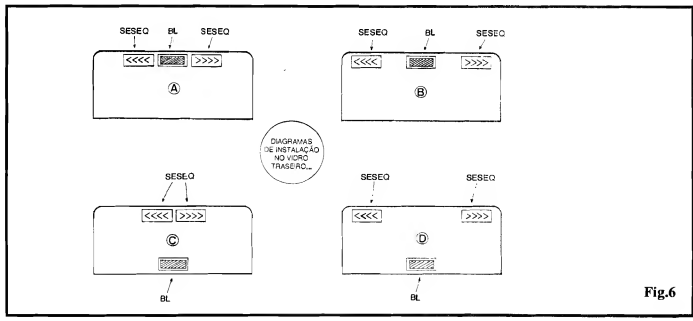

Fig.6
- **FIG. 6 - DIAGRAMAS BÁSICOS DE INSTALAÇÃO FÍSICA.** - Conforme já foi dito desde o início da presente matéria, a utilização do SESEQ "casa" direitinho com a prévia instalação do BRAKE LIGHT SUPERMÁQUINA (projeto já descrito, em Edição anterior de APE...). Assim, dependendo unicamente de como e onde o dito BRAKE LIGHT já se encontra instalado, uma das quatro sugestões práticas mostradas nas opções 6-A, 6-B, 6-C ou 6-D poderá ser adotada, com excelentes resultados estéticos, funcionais, visuais e de segurança... Em qualquer caso, recomenda-se a colocação dos dois módulos SESEQ na parte alta, elevada, do vidro traseiro do veículo, enfatizando sua visualização pelos motoristas dos veículos que venham atrás... É bom também não esquecer de posicionar as "setas" internas dos displays dos SESEQ (que correspondem ao sentido dinâmico do sequenciamento...) sempre apontando para "fora", conforme sugerem os diagramas/exemplos... Finalizando essa etapa, mesmo que o Leitor não possua, instalado no seu carro, a anterior BL (BRAKE LIGHT), ainda assim as quatro sugestões mostradas continuam válidas, em termos do posicionamento/ instalação dos dois SESEQs...